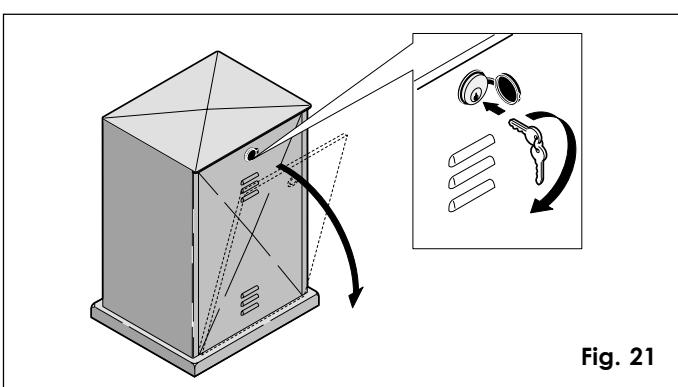

Fig. 21
- Ouvrir le capot frontal du carter protecteur avec la clé triangulaire fournie (voir fig. 21).